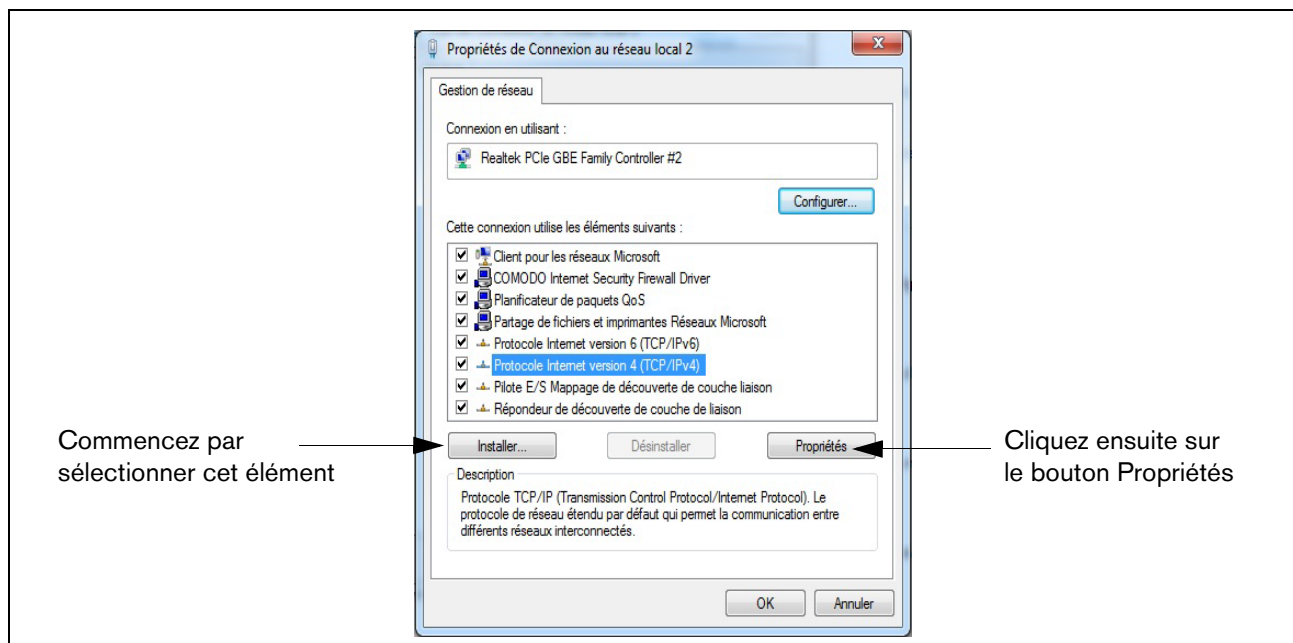

Figure A-2. Sélections de la boîte de dialogue des propriétés de connexion au réseau local X
4. Lorsque la boîte de dialogue des propriétés de connexion au réseau local sélectionné apparaît, procédez à la sélection illustrée à la Figure A-2.